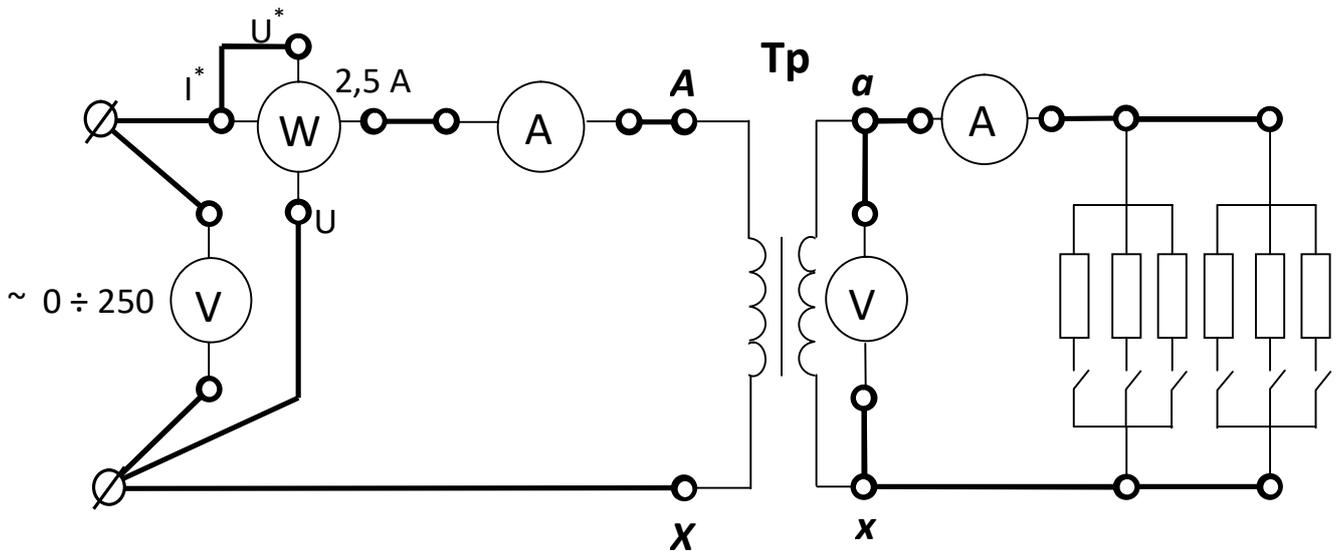

Рис. 4.4. Схема испытания трансформатора под нагрузкой
25. Соберите цепь, изображенную на рис. 4.4.